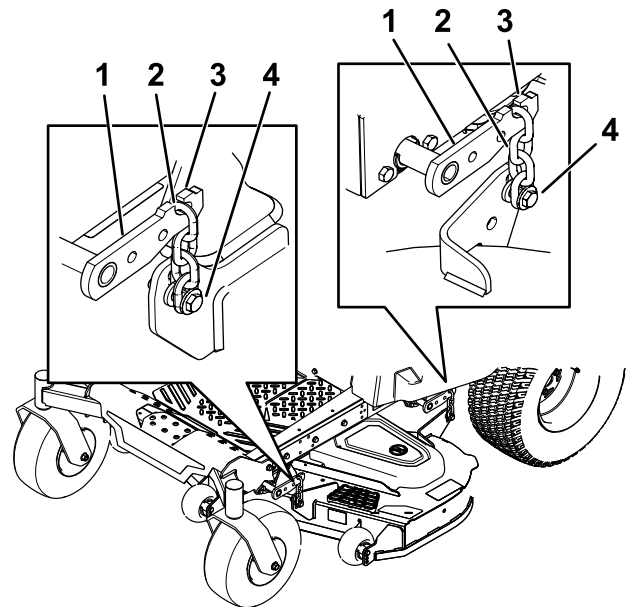

Figura 75
5. Slăbiți uruburile de reglare din toate cele 4 coluri, pentru a vă asigura că puntea este fixată corespunzător pe cele 4 blocuri (Figura 75).
6. Asigurați-vă că toate cele 4 lanuri sunt tensionate (Figura 75).
7. Strângeți cele 4 uruburi de reglare (Figura 75).